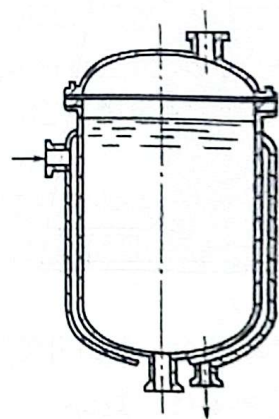

图 4-19 夹套式换热器
(4) 夹套式换热器 如图 4-19 所示,容器的外部装有夹套,加热剂或冷却剂在器壁与夹套之间流动,容器内壁就是换热器的传热面积。